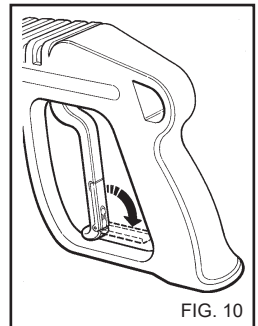

FIG. 10
- Når rengjøringsmaskinen ikke er i bruk må sikkerhetsanordningen på håndtaket lukkes (fig 10).